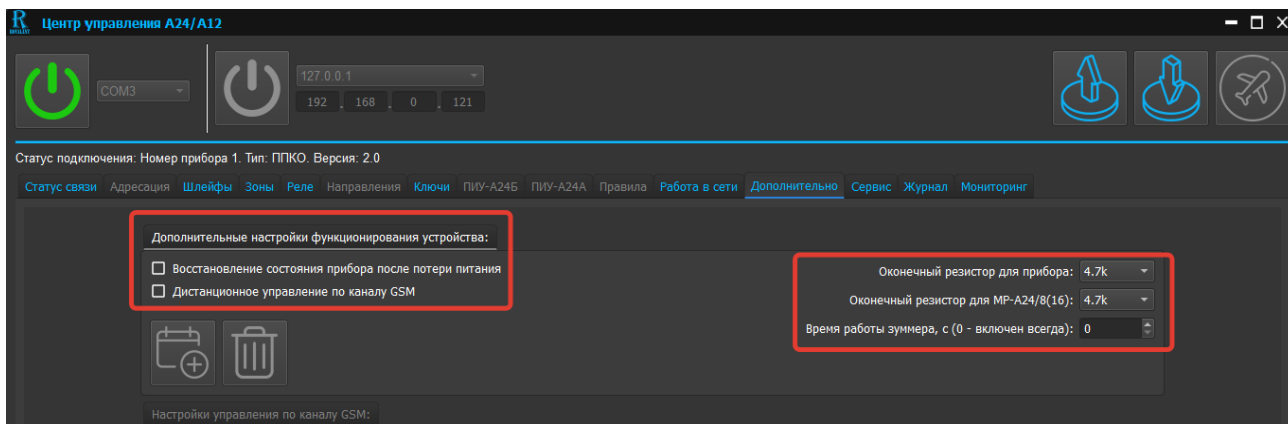

Рис. 57. Скриншот окна редактирования программной страницы «Дополнительно»
Для входа в программную страницу необходимо кликнуть на клавишу «Дополнительно», станут доступны для установки следующие дополнительные настройки функционирования устройств (см. рисунок 57):
6.6.3 Настройка «Оконечный резистор для прибора» (см. рисунок 57)
6.6.4 Настройка «Оконечный резистор для МР-А24/8(16)» (см. рисунок 57)
6.6.5 Настройка «Время работы зуммера, с» (см. рисунок 57)